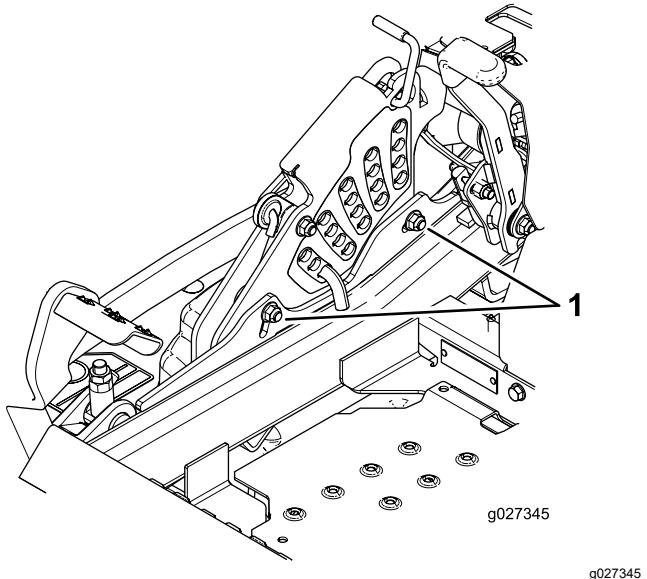

Figura 102
11. Para ajustar el sistema de ajuste de un solo punto, afloje los 2 pernos situados cerca del borde inferior de la pletina de altura de corte (Figura 102).
13. Apriete los 2 pernos en el borde inferior de la pletina de altura de corte (Figura 102).